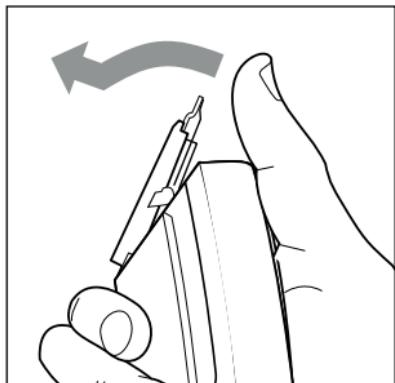
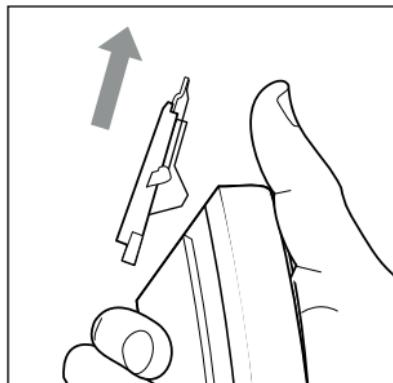

Fig. 8
Fig. 9
- ▶ La lame de coupe de la tête de coupe ① peut être lavée à l'eau. N'utilisez pas d'autres liquides.
- 1) Commencez par appuyer sur la tête de coupe ① avec le pouce pour la sortir de l'appareil par l'avant (voir fig. 8). Sortez ensuite la tête de coupe ① par le haut de l'appareil (voir fig. 9).